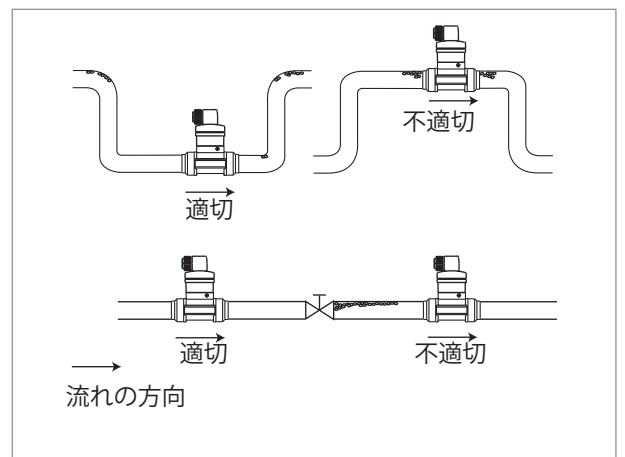

図4: 設置に関するその他の推奨事項
- パイプ内における気泡の形成を防いでください (以下を参照 図4)。